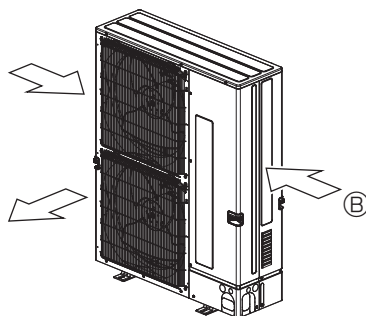

Fig. 2-5
- ③ Jeśli to możliwe, należy tak ustawić jednostkę zewnętrzną, aby kierunek wylotu powietrza był prostopadły do kierunku wiatru w danej porze roku. (Fig. 2-5)
- ④ Kierunek wiatru